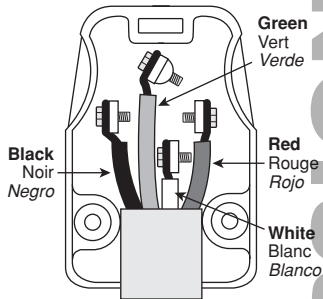

FIG. 5
8. Insert blades into their proper slots in plug face, as shown in **Fig. 5**, with white (neutral) conductor in bottom slot, the red and black conductors in the center slots and the green conductor in the U-shaped slot. Recheck tightness of terminal screws.
8. Insérer les lames dans leurs fentes respectives (**figure 5**) en mettant le conducteur blanc (neutre) dans celle du bas, les conducteurs rouge et noir dans celles du centre et le fil vert dans celle du dessus, en forme de « U ». Vérifier de nouveau le serrement des bornes. S'assurer qu'aucun brin ne dépasse des connexions.
8. Inserte las cuchillas en las ranuras respectivas en la cara de la clavija como se muestra en la **Fig. 5**, con el conductor blanco (neutro) en la ranura de la base, los conductores rojo y negro en el centro de las ranuras y el conductor verde en la ranura de arriba en forma de U. Revise que los tornillos terminales estén bien apretados. Asegúrese que no haya hilos sueltos en las conexiones terminales.